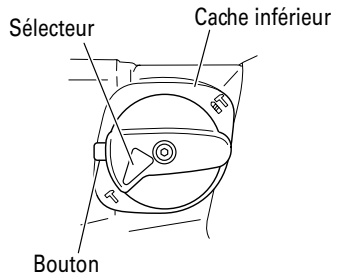

Fig. 7
- (1) Commutation sur "percussion"
- (b) Aligner ▲ du levier de sélection sur **▶** du support de levier comme indiqué sur la Fig. 7.